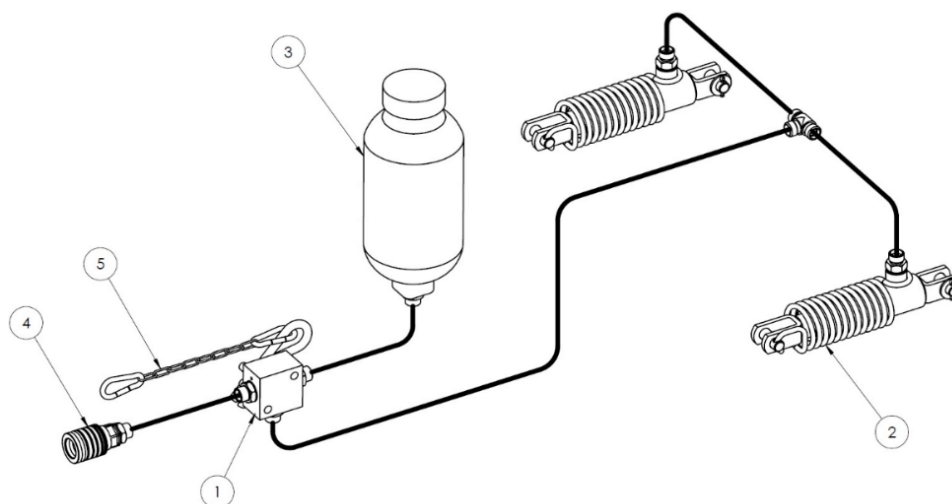

Рисунок 9. Однопроводная гидравлическая тормозная система
- гидравлическая однопроводная тормозная система (рисунок 9),
При желании навозоразбрасыватель может быть оснащен гидравлической 1-проводной тормозной системой (рис. 9). Тормоз приводится в действие с места водителя путем нажатия на педаль тормоза трактора. Тормоз навозоразбрасывателя питается и приводится в действие непосредственно от гидравлической тормозной системы трактора. В случае непреднамеренного отсоединения навозоразбрасывателя от сцепного устройства трактора, аварийный клапан (1) через цепь (5) приводит в действие тормоза машины.